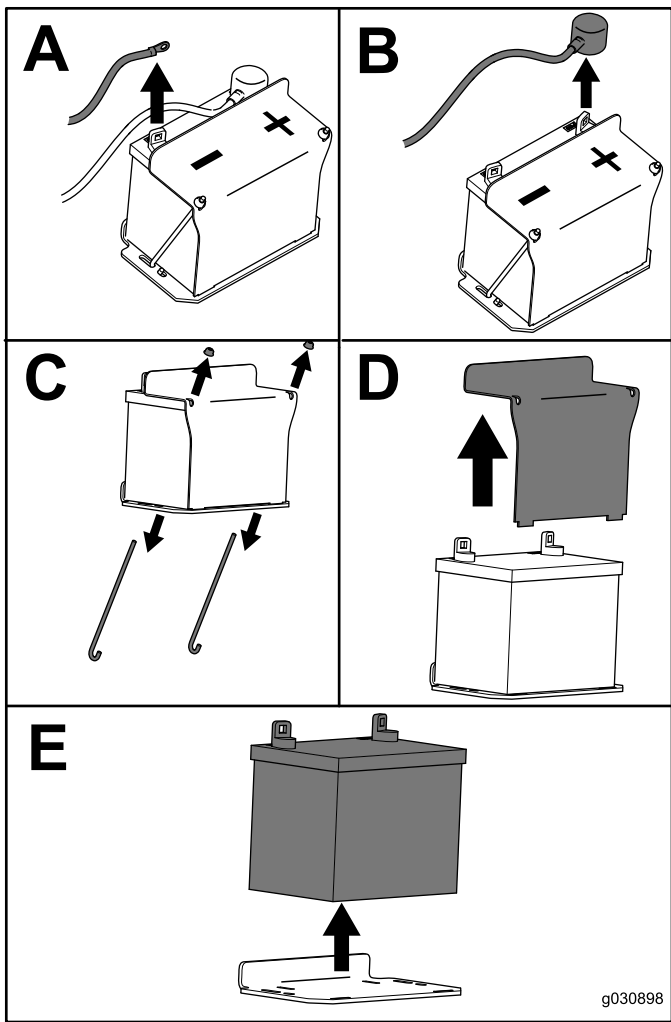

Figura 61
3. Retire la batería según se muestra en la Figura 61.